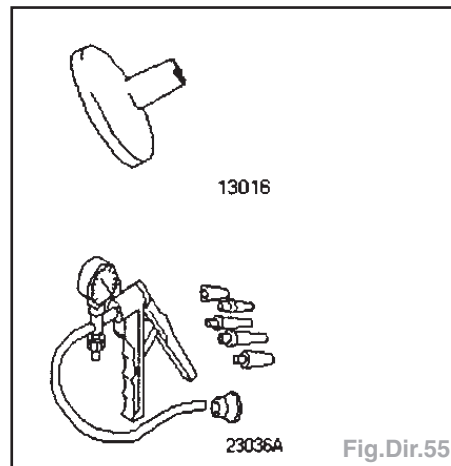

Fig.Dir.55
- Outils spéciaux (Fig.Dir.55) :